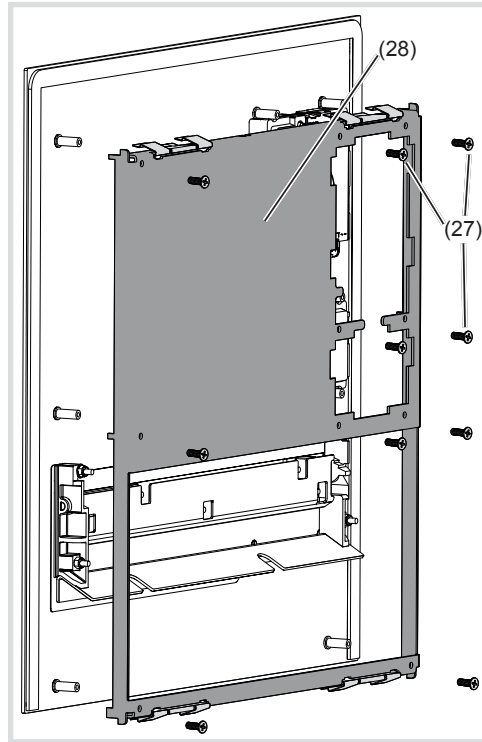

Bild 18: Demontage Modul Halterung
- Anschluss-Klemmenblock (10) am Audioeinsatz abziehen.
- Schrauben (27) der rückseitigen Modul-Halterung (28) mit einem Schraubendreher lösen und die Modul-Halterung abnehmen (Bild 18).